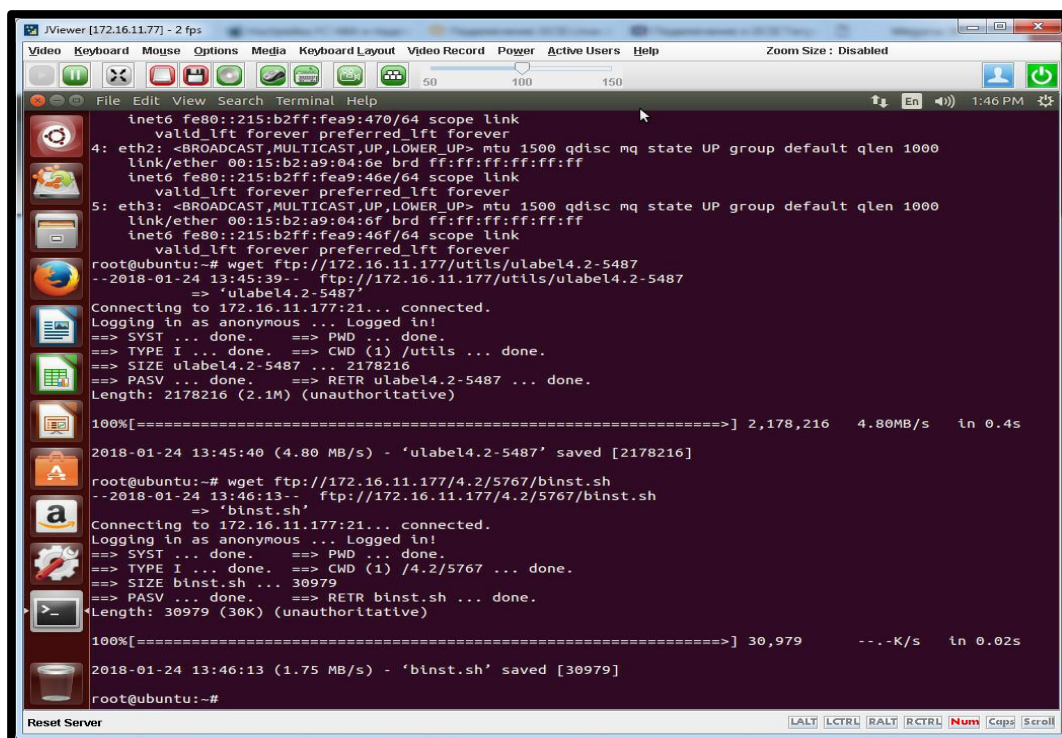

Рисунок 8. Пример загрузки файлов с ftp
3. Для дальнейшей работы нам потребуются файлы: «**ulabel**» и «**binst.sh**». Скачиваем их командой "**wget**" с ftp ресурса (см. Рисунок 8), например: